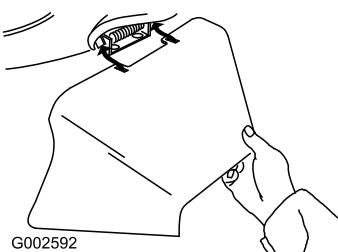

Figura 30
- Instale el conducto de descarga lateral y cierre la puerta sobre el conducto (Figura 30).